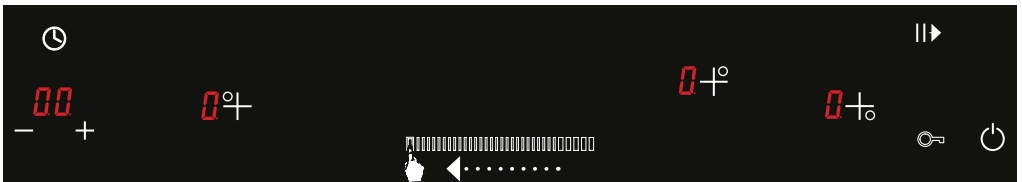

Afbeelding 6
1.  De plaat kan worden uitgeschakeld door de XX toets in te drukken. (Zie afb. 6).